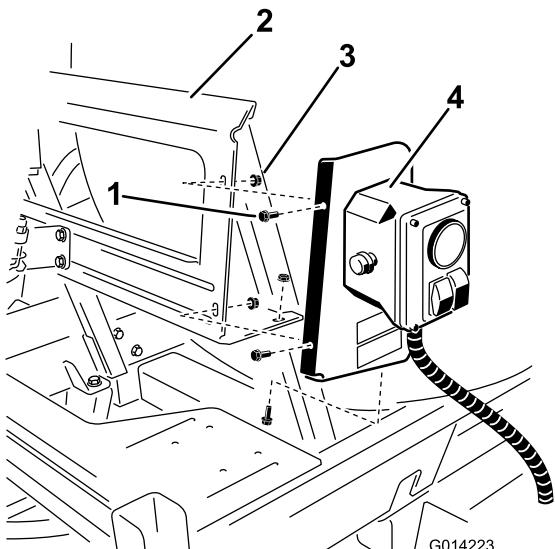

図 8
- このアセンブリを、ブラケットに取り付ける；ボルト(1/4 x 5/8 インチ)3本とロックナット(1/4 インチ)3個を使用する(図8)。